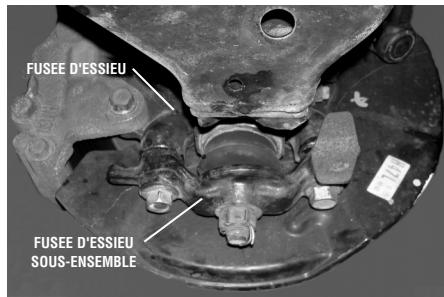

Figure 1
- Retirer les deux écrous du bas du porte-fusée, puis séparer la fusée du bas du porte-fusée (Voir figure 1).